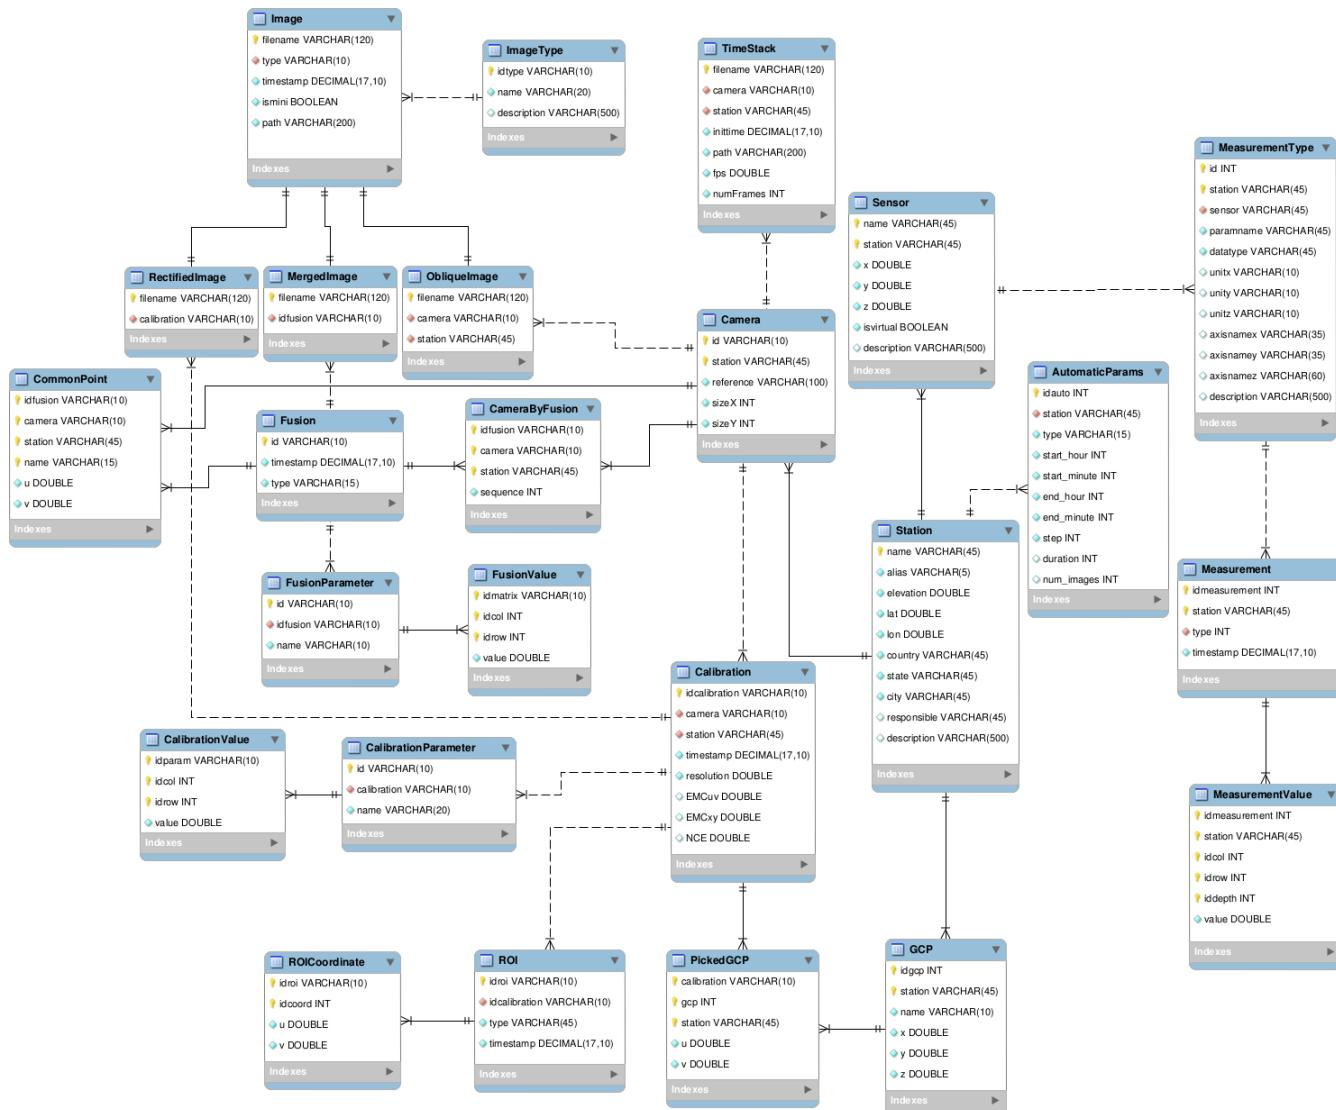

Figura 3.3: Modelo ER de HORUS
La base de datos de HORUS está implementada en MySQL. En la figura 3.3 se muestra el modelo Entidad–Relación (ER) donde se detallan todas las entidades que componen la base de datos, los atributos o características de cada una de estas entidades, y las relaciones entre ellas. En este modelo se ven claramente todas las componentes de la base de datos, las entidades son los recuadros, los atributos son los ítems dentro de los recuadros, y las relaciones se representan con las líneas que unen cada par de entidades.
En esta sección se hará una descripción detallada de cada entidad que aparece en el modelo ER de la figura 3.3. *PK* significa clave primaria, el cual es el atributo o conjunto de atributos que identifican de manera única a una instancia de una entidad con respecto a las otras instancias; *FK* significa clave foránea, que es el atributo que referencia a una instancia de otra entidad.